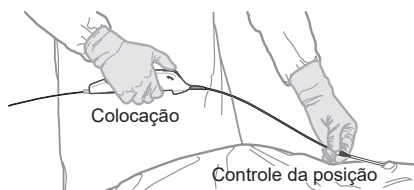

Figura 2. Colocação da mão para abertura do stent
7. Segurando o dispositivo com uma mão, utilize a outra mão para apoiar e posicionar suavemente a bainha de isolamento na válvula hemostática (consulte a Figura 2). Não aperte a bainha retrátil durante a colocação.